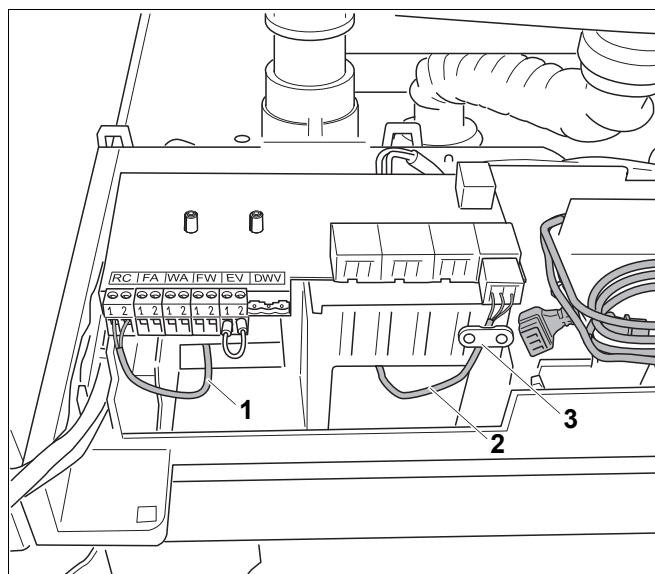

Bild 26 Genomföring av kablar
- Dra kablar för lågspänningsanslutningarna genom hålet på vänster sida (bild 26, pos. 1).
- Dra kablar för 230 V-anslutningarna genom hålet på höger sida (bild 26, pos. 2).
- Fäst kablar för 230 V-anslutningarna med hjälp av dragavlastningarna (bild 26, pos. 3).